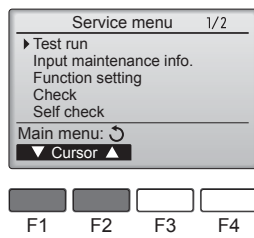

Fig. 7-3
③ [F1] veya [F2] düğmesi ile "Test run" (Test çalıştırma) öğesini seçin ve düğmesine basın. (Fig. 7-3)